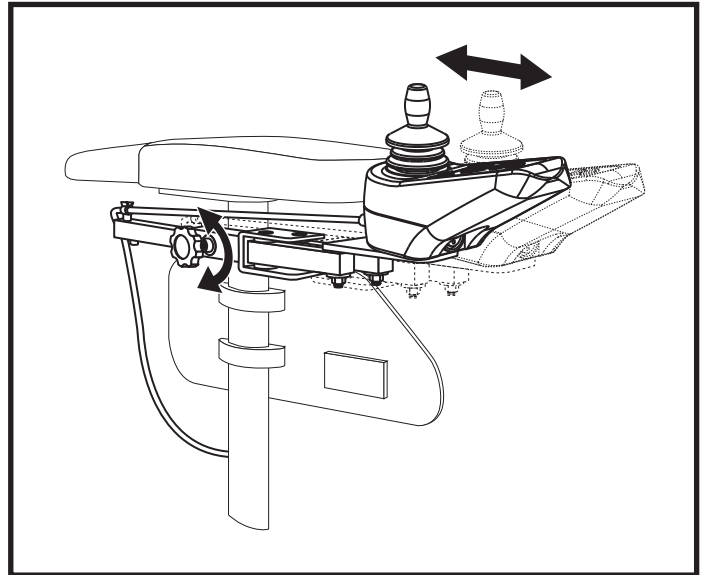

Figura 18. Posizionare il joystick
4. Allentare la manopola di regolazione sul bracciolo su cui si trova ubicato il joystick. **Vedere la figura 18.**